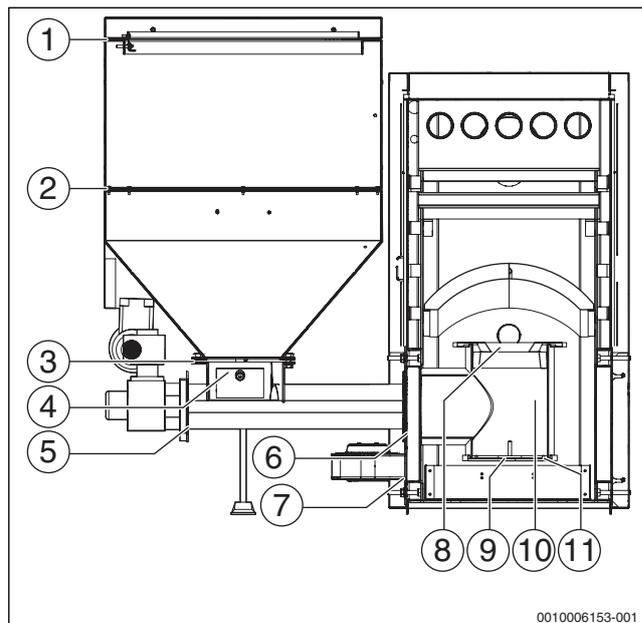

Рис. 67 Места уплотнений
- ▶ Выгрузите бункер через крышку (→ рис. 67, [4], стр. 40).